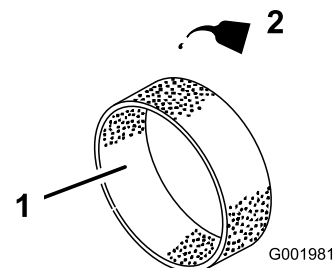

Figure 40
4. Imbibez l'élément de 30 à 60 ml (1 à 2 oz liq.) d'huile (Figure 40).